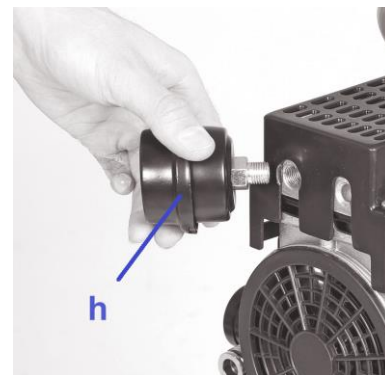

Fig. 4
- Montare il filtro di aspirazione dell'aria come mostrato in Fig. 4.